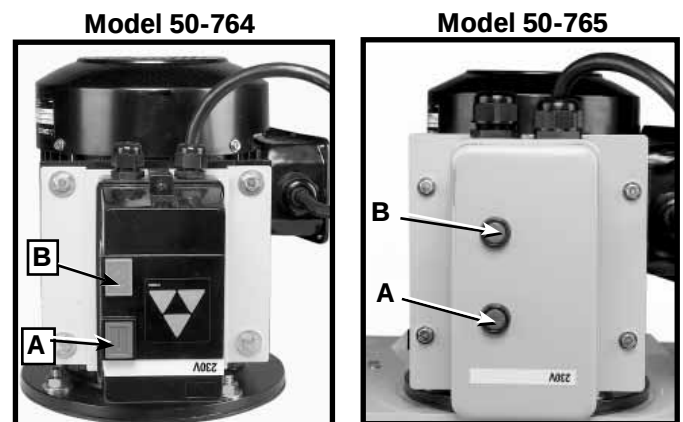
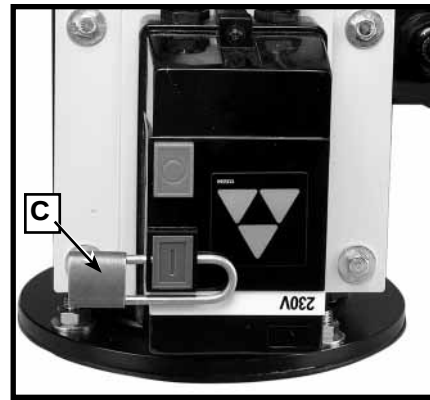

Fig. 17
Fig. 18
1. Los botones de encendido (A) y apagado (B) están ubicados en la parte delantera de la caja del motor como se muestra en la Fig. 17. Para encender la máquina, **oprima el botón** “ENCENDIDO” (ON) (A).
2. Para apagar la máquina, **oprima el botón** “APAGADO” (OFF) (B).
IMPORTANTE: Cuando la máquina no esté en uso, el botón “ENCENDIDO” (A) Fig. 17 debe estar bloqueado para evitar el uso no autorizado mediante un candado (C) Fig. 18 y una argolla de 4,763 mm (3/16”) de diámetro a través del orificio que está junto al botón.